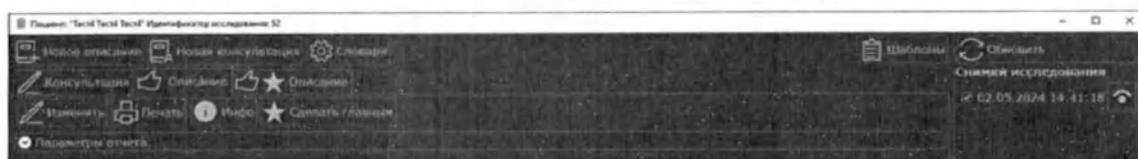

Рис. 135 Вид кнопки "Сделать главным"
- Нажать кнопку «Сделать главным» (Рис. 135 Вид кнопки "Сделать главным");